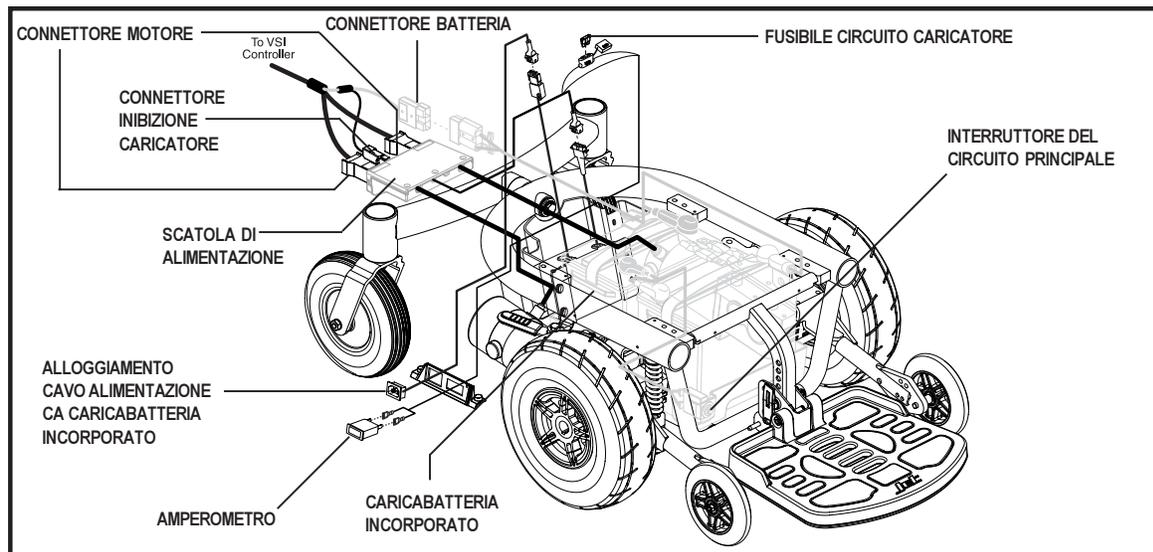

Figura 6. Componenti elettrici della Jet 3 Ultra
I componenti elettrici sono ubicati all'interno della base di alimentazione. L'amperometro e l'alloggiamento del cavo di alimentazione CA del caricabatteria incorporato sono ubicati sul lato destro della base di alimentazione. L'interruttore del circuito principale si trova nella parte anteriore del vano batteria. L'inibizione del caricatore e i connettori del motore sono ubicati sulla scatola di alimentazione, all'interno della base. Vedere figura 6.
3. Scollegare la centralina dalla scatola di alimentazione. Vedere figura 6.